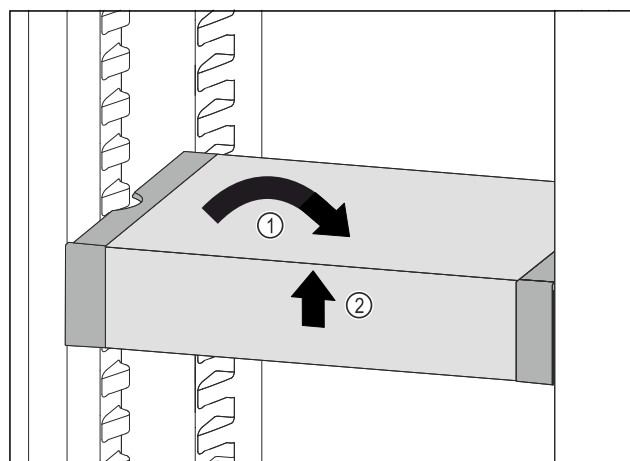

Fig. 60
- Placer VarioSafe lige. Fig. 60 (1)
- Løft VarioSafe op foran. Fig. 60 (2)